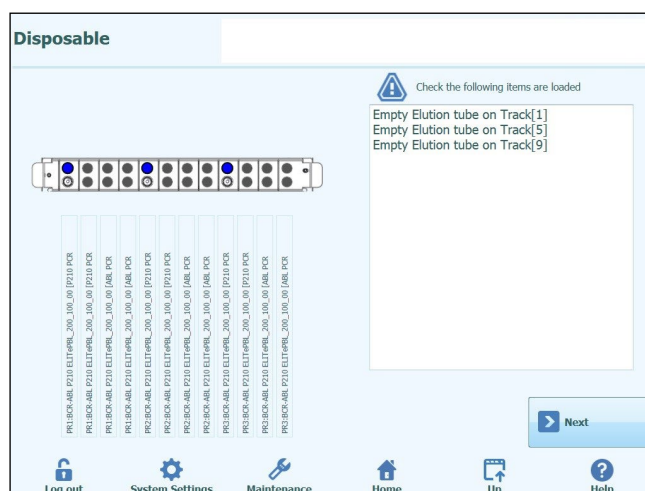

Abbildung 12
Sicherstellen, dass die Spitze (1) und die Durchstechspitze (3) wie in der folgenden Abbildung dargestellt eingesetzt sind (siehe Abbildung 12).